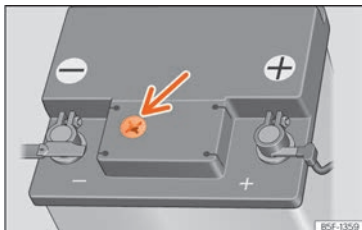

Fig. 187 Mirilla en la parte superior de la batería de 12 voltios (representación esquemática).
- Compruebe el indicador de color de la mirilla en la parte superior de la batería » » » fig. 187.